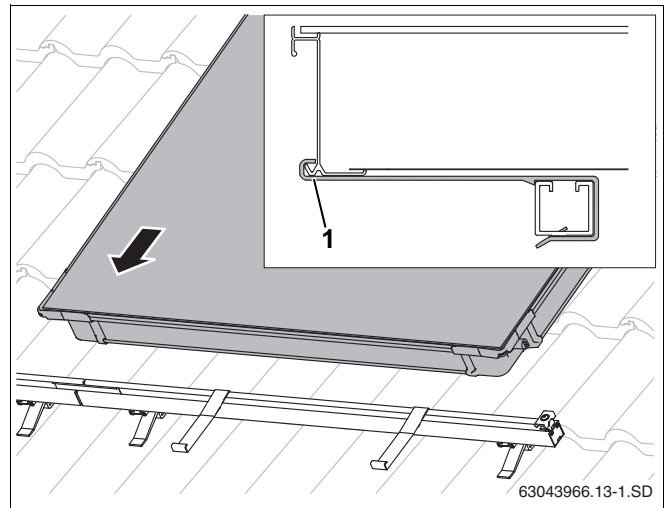

Fig. 42 Montering af første solfanger på profils Skinner
- ▶ Læg den første solfanger på profils Skinnerne, og lad den glide ind i nedskridningssikringerne (fig. 42).
Den nederste solfangerkant skal ligge i nedskridningssikringens åbning (fig. 42, **pos. 1**).